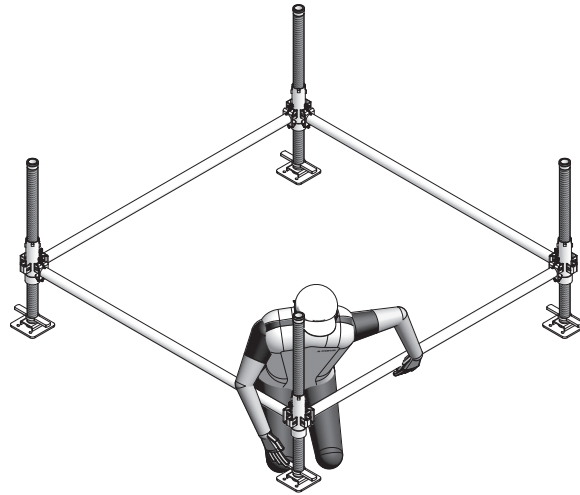

Fig. 9.1
4. Fixer les lisses 170 MT à clavettes intégrées entre les vérins de pied MT (Fig. 9.1).
6. Verrouiller les clavettes à l'aide d'un marteau (Fig. 9.1).